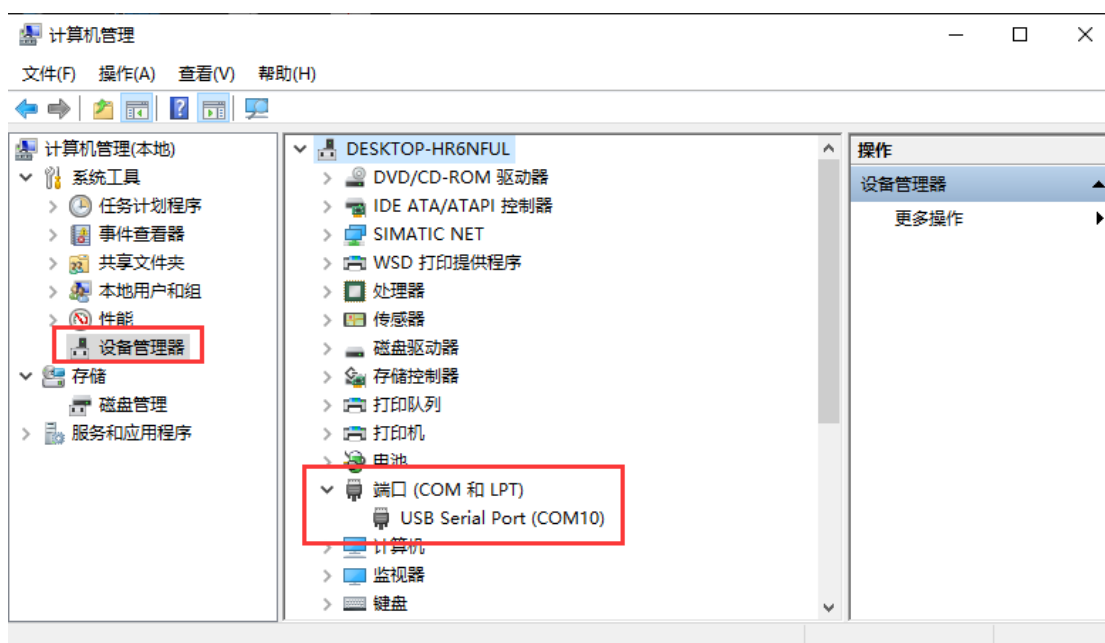

图 6-3 COM 端口号
(1) 在上传、下载、监控 I/O 模块时，耦合器模块支持通过串口上传、下载和数据监控。耦合器上串口的物理接口形式为 Type-C，该接口与计算机进行连接时，可以使用 Type-A<====>Type-C 或者 Type-C<====>Type-C 两种形式的数据线，该数据线必须同时具备供电和数据传输能力，若仅有供电功能，则不能用于模块参数的上传和下载。使用正确的数据线连接电脑和耦合器后，会自动安装耦合器驱动，安装完成会在计算机的设备管理器弹出 COM 端口号，如下图 6-3。